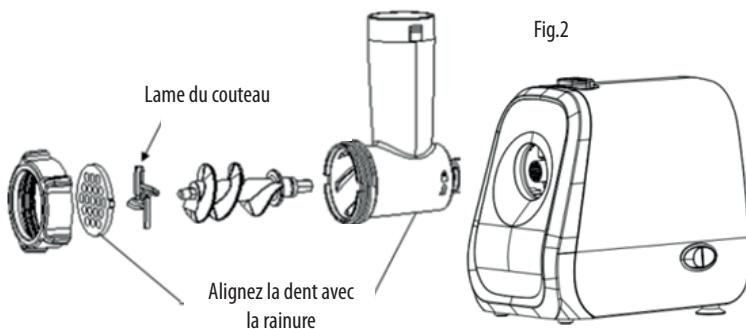

Fig.2
- Assemblez la vis sans fin, la lame, le disque et la bague à vis comme illustré sur la figure (voir Fig. 2). Vous pouvez utiliser l'appareil.